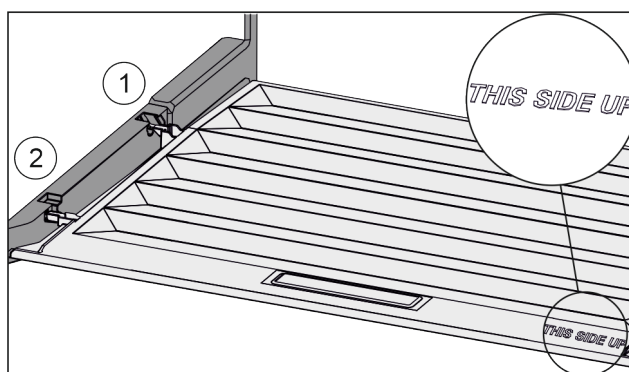

Fig. 46
- ▶ Anbring dækslets tappe over åbningen i den bageste holder Fig. 46 (1), og lad dem gå i indgreb i forreste holder Fig. 46 (2).